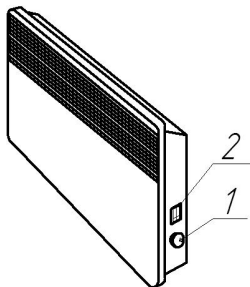

Рис. 5 Размещение органов управления конвекторов (IP20)
4.7 Переведите клавишу выключателя (клавиши ступенчатого регулятора мощности) в отключённое положение «0», ручку термостата установите в положение «❄» (совместите знак «❄» на ручке с меткой на корпусе конвектора или блока управления). Конвектор готов к работе (расположение органов управления конвектором приведено на рис. 5, 6).
Внимание! Категорически запрещается включать и эксплуатировать конвектор без его закрепления на кронштейнах на стене или без установленных опор на полу. Включать и эксплуатировать конвектор допускается только в положении, показанном на рис. 5, 6 (воздухозаборной решёткой вниз). При первом включении конвектора возможен запах от испарения консервационных материалов. Рекомендуется проветрить помещение.